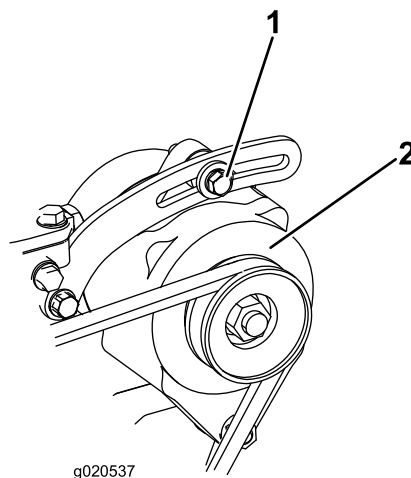

Figura 85
Controllate lo stato e la tensione della cinghia (Figura 85) ogni 100 ore di servizio.
2. Se l'inflessione non è di 10 mm, allentate i bulloni di fissaggio dell'alternatore (Figura 85). Aumentate o riducete la tensione della cinghia dell'alternatore e serrate i bulloni. Controllate di nuovo l'inflessione della cinghia per accertare che sia esatta.